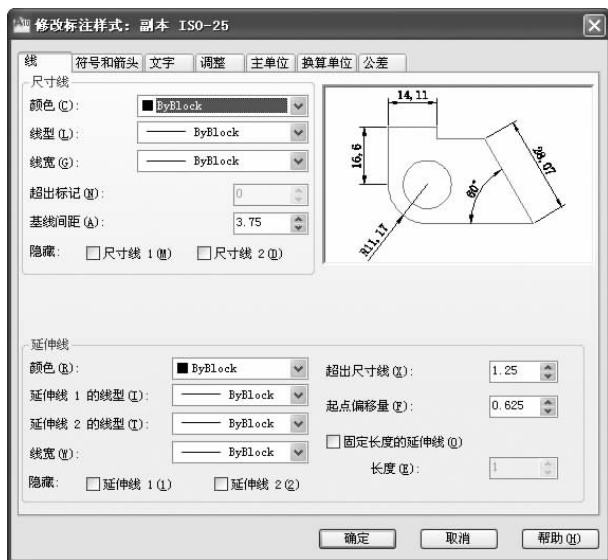

图 6-22 “修改标注样式”对话框
在“标注样式管理器”对话框单击“修改”按钮,弹出“修改标注样式”对话框,如图 6-22 所示。
- “线”选项卡(见图 6-22):设置尺寸线、延伸线的格式。